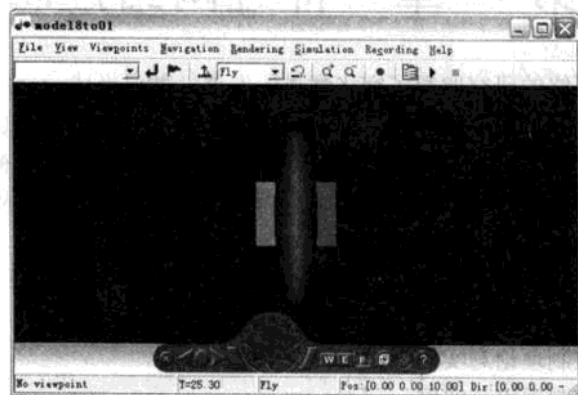

图 18.30 虚拟世界浏览器中的仿真结果
- (10) 双击 VR Sink 模块，虚拟世界浏览器将会打开。
(11) 在虚拟世界浏览器上方单击【运行】按钮，浏览器中物体变化情况如图 18.30 所示。